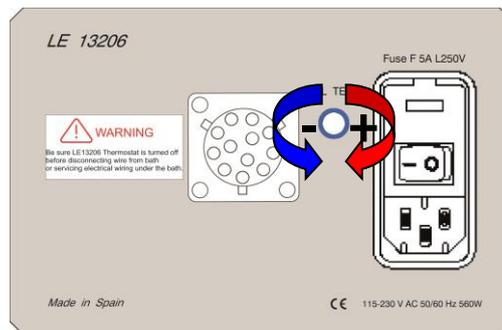

Figura 27. Sentidos de giro del potenciómetro CAL TEMP.
- 5) Cuando la temperatura en la pantalla del Termostato LE13206 llegue a 25°C se apagará el led HEAT. Mire entonces el termómetro de precisión y ajuste el Termostato LE13206 con el potenciómetro CAL TEMP en el panel posterior con un destornillador pequeño. Si gira CAL TEMP en el sentido de la flecha roja (ver Figura 27) la temperatura en la pantalla aumentará, si gira CAL TEMP en el sentido de la flecha azul (ver Figura 27) la temperatura en la pantalla disminuirá. Debe ajustar este potenciómetro de modo que la temperatura que indique la pantalla del LE13206 sea la misma que la indicada en el termómetro de precisión.